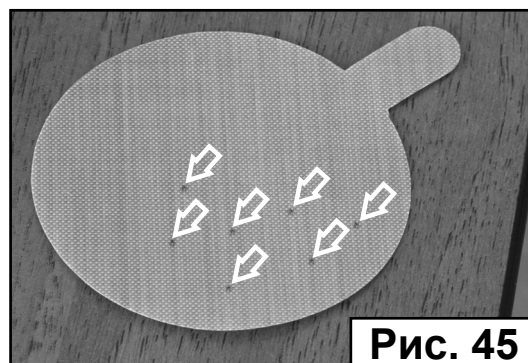

Рис. 45
3. Тщательно осмотрите использованную (рабочую) поверхность салфетки. Для предотвращения загрязнения нагревателя удалите все явные (ясно видимые) частички (Рис. 45).